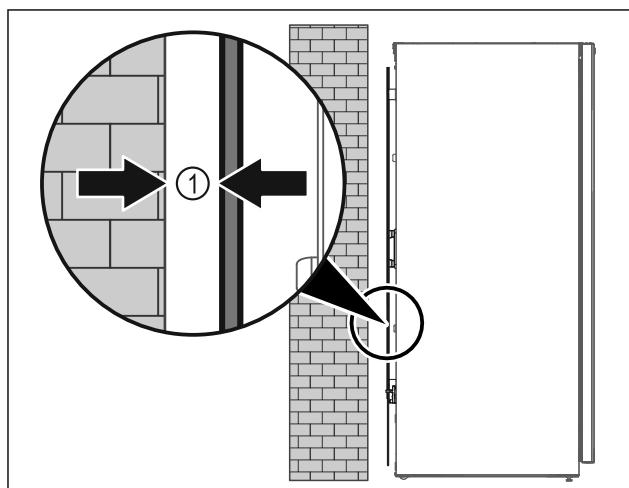

Fig. 5
- Поставити пристрій в приміщенні окремо або безпосередньо до стіни на відстані 5 мм Fig. 5 (1).